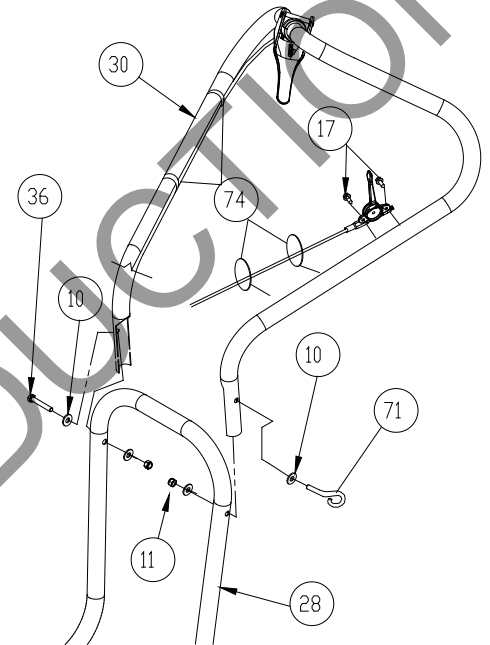

Fig. 1
1. Materialet til fastgørelse af det øverste håndtag til det nederste er i tasken med dele. Montér det øverste håndtag (genstand 30) til det formonterede nederste håndtag (genstand 28) ved at lade det øverste håndtag glide over og ned af ydersiden af det nederste håndtag. Brug boltene (genstand #36 og #71), spændeskiverne (genstand #10) og låsemøtrikken (genstand #11) for at montere det øverste håndtag på det nederste. **BEMÆRK:** Komponentledningsbolten bør være på den side, hvor starthåndtaget sidder, og den åbne ende bør vende nedad. Afslut monteringen af det øverste håndtags anden side ved hjælp af de medleverede skruer og låsemøtrikken. (Se Fig. 1)